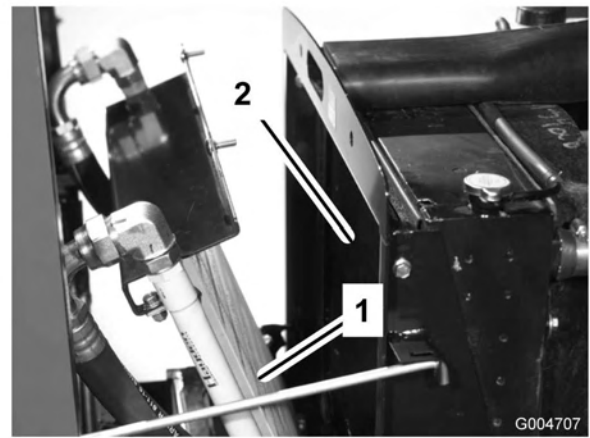

Bild 61
3. Kippen Sie den Ölkühler nach hinten. Reinigen Sie beide Seiten des Ölkühler- und des Wasserkühlerbereichs (Bild 61) gründlich mit Druckluft. Blasen Sie Rückstände von vorne nach hinten heraus. Reinigen Sie dann von hinten und blasen Sie nach vorne. Wiederholen Sie dies mehrmals, bis alle Rückstände entfernt sind